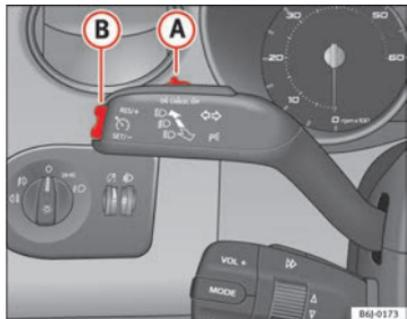

Abb. 126 Blinker- und Fernlichthebel: Schalter und Wippe für die Geschwindigkeitsregelanlage
- Drücken Sie den unteren Teil der Wippe **SET** ⇒ Abb. 126 **B** einmal kurz, wenn die zu speichernde Geschwindigkeit erreicht worden ist.
- Drücken Sie den oberen Teil der Wippe **RES** ⇒ Abb. 126 **B**, um die Geschwindigkeit zu erhöhen. Solange Sie die Wippe ge-
- Drücken Sie den unteren Teil der Wippe **SET-** ⇒ Abb. 126 **B**, um die Geschwindigkeit zu verringern. Solange Sie die Wippe gedrückt halten, verringert das Fahrzeug durch automatische Gaswegnahme die Geschwindigkeit. Sobald Sie die Wippe loslassen, wird die neue Geschwindigkeit gespeichert.
Wenn Sie die gespeicherte Geschwindigkeit durch Treten des Bremspedals verringern, wird die Geschwindigkeitsregelanlage deaktiviert. Sie können durch einmaliges Drücken des oberen Teils der Wippe **RES+** ⇒ Abb. 126 **B** die Regelung wieder aufnehmen. ■